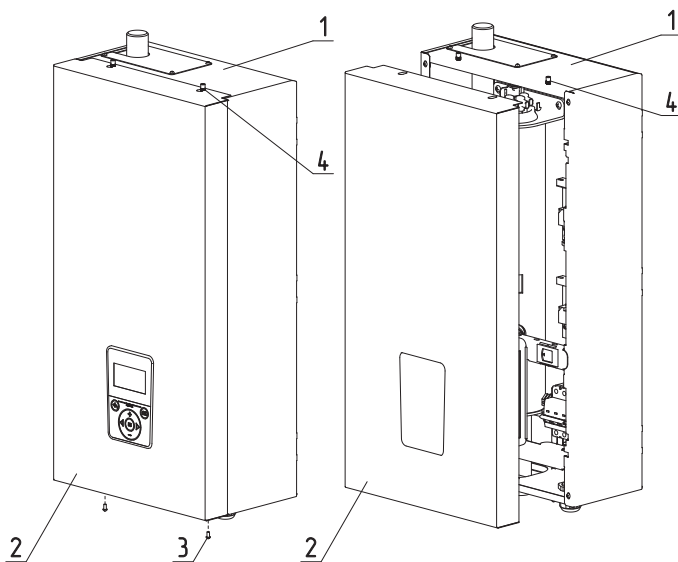

Рис. 14 Снятие кожуха
- Выкрутить болты крепления (Рис. 14, поз.3);
- Переместить кожух вверх, сняв с зацепов (Рис. 14, поз.4);